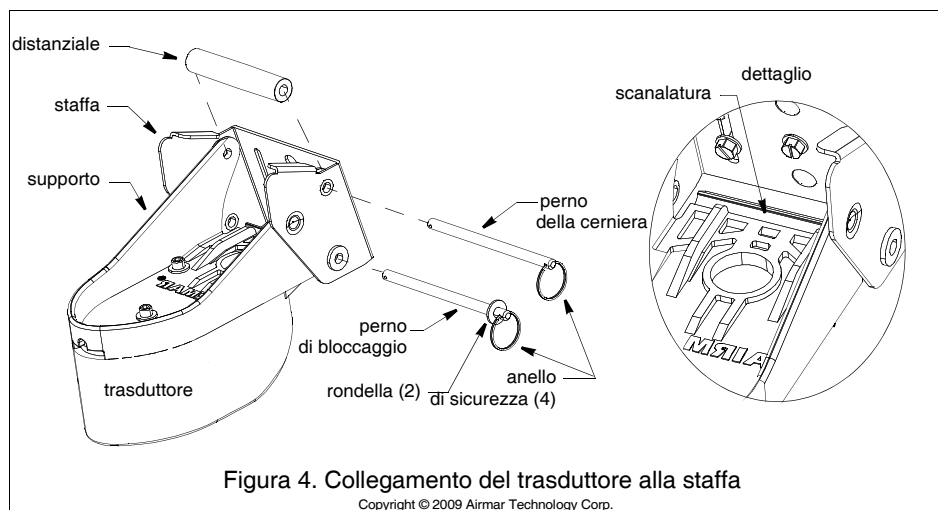

Figura 4. Collegamento del trasduttore alla staffa
3. Stringete le viti con la chiave di Allen da 3/16" fornita. Collegate un anello di sicurezza a un'estremità di ciascun perno. (Figura 4).
2. Staccate il gruppo del trasduttore dalla staffa rimuovendo il perno di bloccaggio e il perno della cerniera (Figura 4). Trattene con il/i tassello/i a staffa in posizione contro lo specchio di poppa nel punto contrassegnato. Tracciate una "X" a 12mm (1/2") dalla sommità e dal fondo di ciascuna fessura (Figura 6).
- Per evitare infiltrazioni d'acqua nello specchio di poppa, applicate il sigillante marino alle filettature di quattro delle viti a rondella con testa esagonale. Verificando che il/i tassello/i sia/no in posizione, avvitate la staffa allo scafo utilizzando una chiave a tubo (Figura 4). *Per il momento non stringete le viti.*
Per accedere liberamente alle viti, staccate il gruppo del trasduttore dalla staffa (Figura 4). Al momento di ricollegare, verificate di includere il distanziale.
- Stringete la vite stabilizzatrice nella sua posizione con una chiave a tubo. Per accedere liberamente alla vite, staccate il gruppo del trasduttore dalla staffa (Figura 4). Al momento di ricollegare il trasduttore, verificate di includere il distanziale.